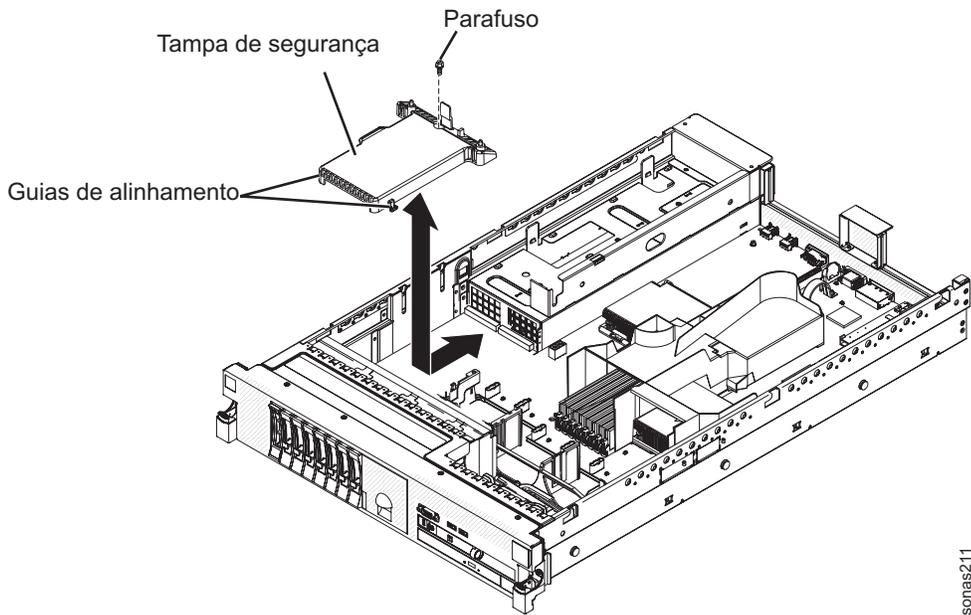

Figura 45. tampa de segurança 240 VA
1. Alinhe e insira as guias na parte inferior da tampa de segurança nos slots na placa-mãe. Consulte o Figura 45 na página 176.